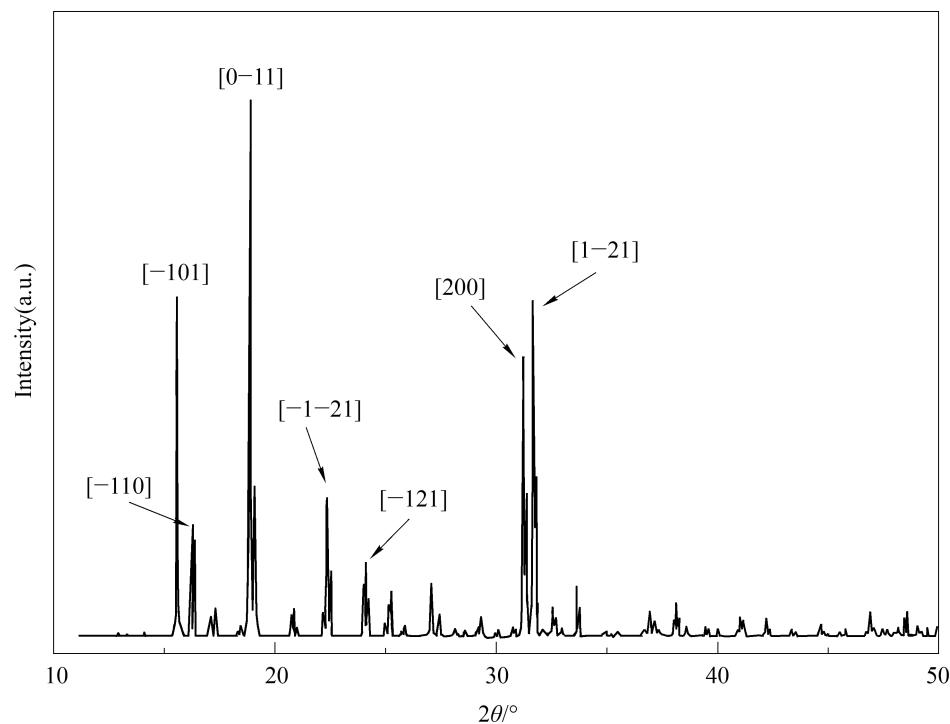

图 10.1 某同学制得样品的 XRD 图谱
对制得的晶体样品进行 X 射线衍射(XRD)测试,再对测得的图谱进行分析比对,可以确定所制得的晶体样品是否为目标产品。图 10.1 是某位同学实验中重结晶提纯的样品的 XRD 测试图
从图 10.1 中可知,在 2θ 为 15.5° 、 16.2° 、 18.8° 、 22.3° 、 24.0° 、 31.2° 和 31.6° 处,有明显的衍射峰。与标准图谱对比可知,这些衍射峰分别归属为五水硫酸铜晶体的 (-101) 、 (-110) 、 $(0-11)$ 、 $(-1-21)$ 、 (-121) 、 (200) 和 $(1-21)$ 晶面的衍射峰。所以可初步判断,该同学经重结晶提纯的样品为五水硫酸铜晶体。